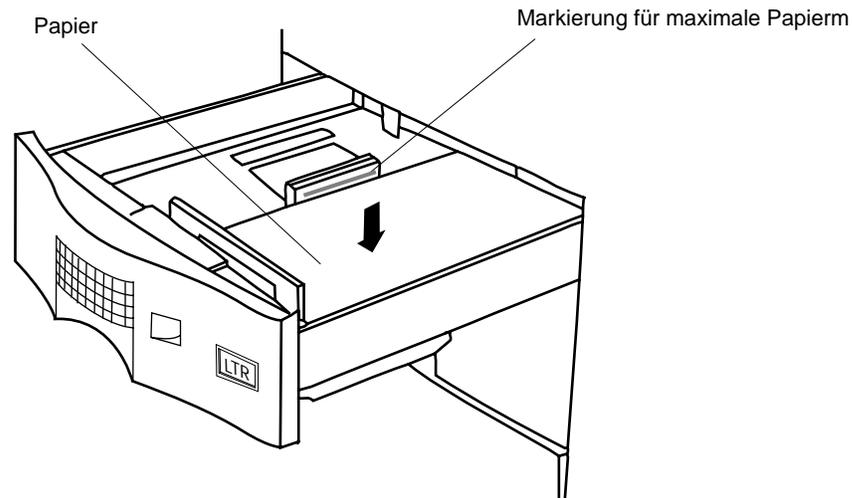

Abbildung 2-68 Papier in Fach einlegen
4. Legen Sie das Papier mit der zu bedruckenden Seite nach unten in das Papierfach ein. Legen Sie nur so viel Papier ein, daß die Markierung für die maximale Papiermenge noch sichtbar ist. Siehe Abbildung 2-68.